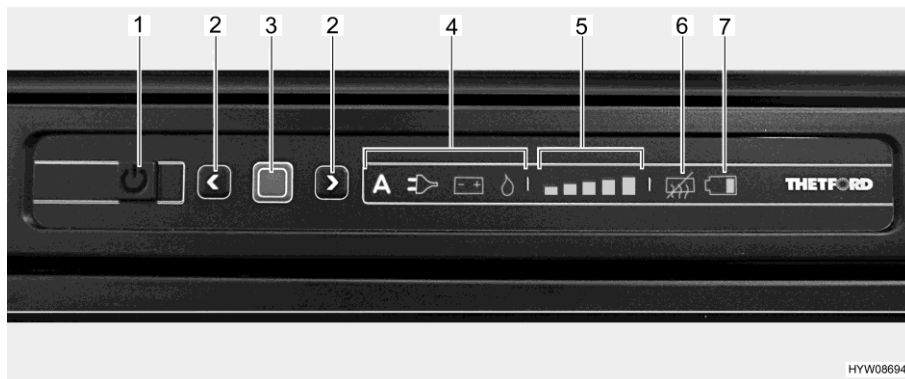

Bild 268 Lysdiodsreglage (kylskåp Thetford)
- Tryck på på/av-knappen (Bild 268,1) i en sekund. Knappen tänds med grönt ljus. Efter ca 10 sekunder dimmas indikeringen automatiskt för att spara ström.
- Tryck på bekräftelseknappen (Bild 268,3). Det sist valda driftläge visas.
- Tryck ned bekräftelseknappen (Bild 268,3) i cirka 2 sekunder. Symbolen för driftläge blinkar.
- Manuellt energival: Med pilknapparna (Bild 268,2) väljer du önskad energikälla.
- Automatiskt energival (endast för utförande med automatiskt energival): Välj driftläget "A" med hjälp av pilknapparna (Bild 268,2).
- Bekräfta valet med bekräftelseknappen (Bild 268,3).
- Tryck på bekräftelseknappen (Bild 268,3) igen. Kylnivåindikatorn (Bild 268,5) blinkar.
- Ändra inställningen genom att trycka på pilknapparna (Bild 268,2) tills önskad inställning visas.
- Tryck på på/av-knappen (Bild 268,1) i cirka 2 sekunder. Alla lampor släcks. Kylskåpet är avstängt.
När kylskåpet sätts på väljs automatiskt den sist valda termostatinställningen. Denna inställning kan ändras manuellt med pilknapparna (Bild 268,2). Det tar alltid några timmar innan man har en normal drifttemperatur i kylskåpet. Vid omkopplingen till ett annat driftläge, bibehålls termostatinställningen.